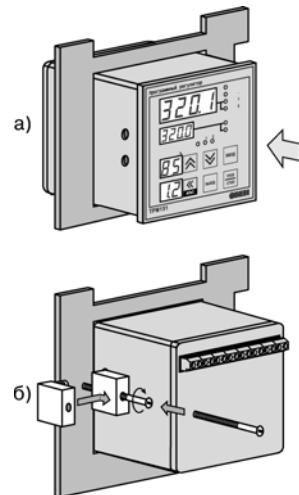

Рис. 7.2 – Установка прибора щитового крепления
- Прибор вставляется в специально подготовленное отверстие на лицевой панели щита (см. Приложение А и рисунок 7.2, а).
- Фиксаторы из комплекта поставки вставляются в отверстия на боковых стенках прибора (рисунок 7.2, б).